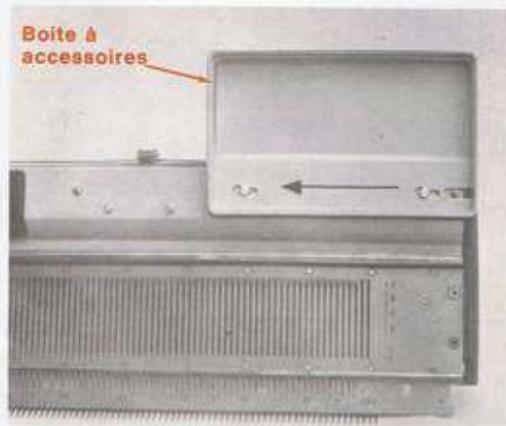

Fig. 2
- 5) Ouvrir la boîte à accessoires et en fixer le couvercle sur la partie droite de la machine en faisant coïncider les deux petits boutons, aux 2 encoches du couvercle. Glisser à fond vers la gauche (fig. 2). (Il servira à recevoir les différents accessoires utilisés pendant le tricotage.)